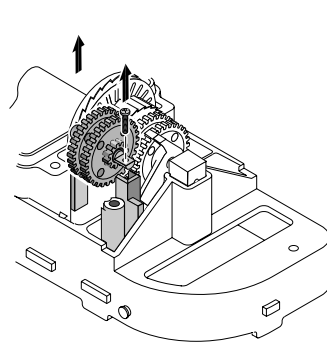

Figura 21
6. Saque el tornillo prisionero, el eje corto de transmisión y los engranajes (Figura 21); no pierda los engranajes cuando los saque del eje.